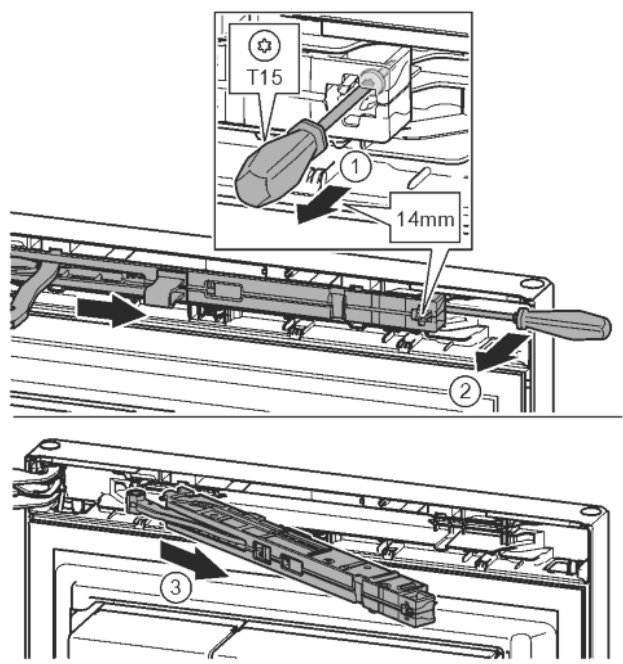

Fig. 9
- ▶ Šroub na jednotce tlumiče zavírání povolte šroubovákem T15 o cca 14 mm. Fig. 9 (1)
- ▶ Šroubovákem na straně madla zajed'te za jednotku tlumiče zavírání a otočte ji dopředu. Fig. 9 (2)
- ▶ Vytáhněte jednotku tlumiče zavírání. Fig. 9 (3)